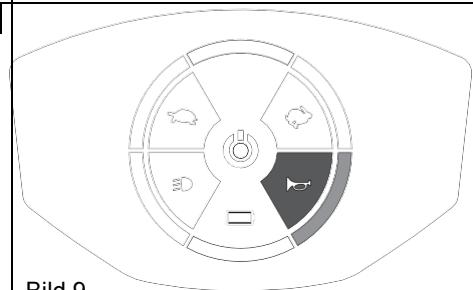

Bild 9
- Tryck på signalhornsknappen för summertonen ska ljudna. Summertonen ljuder och lampan lyser tills du släpper upp signalhornsknappen. (Bild 9)